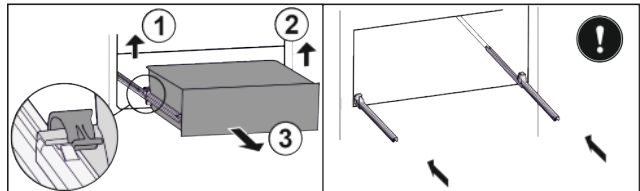

Fig. 25*
- ▶ Отсоедините выдвижной ящик слева Fig. 25 (1).*
- ▶ Отсоедините справа Fig. 25 (2).*
- ▶ Извлеките движением вперед Fig. 25 (3).*